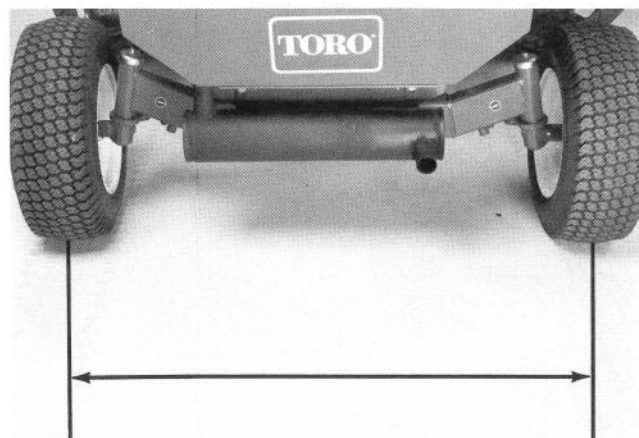

Bild 49
1. Die Mitte-zur-Mitte-Distanz (in Achshöhe) an den Vorder- und Rückseiten der Lenkräder messen (Bild 49). Das Ergebnis für die vordere Messung muß 3 mm geringer ausfallen als das Ergebnis der hinteren Messung.